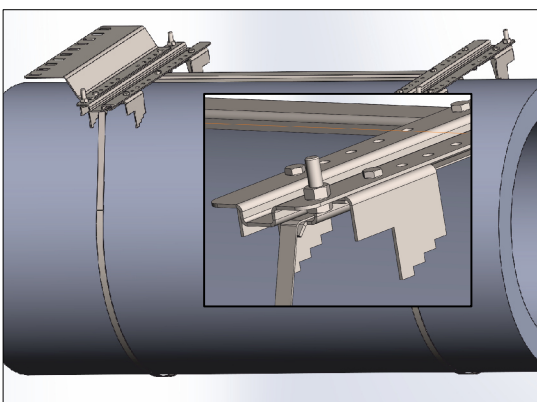

Рис. 4
- узлы крепежные установить на корпус блока используя болты поз 8 и загвозди поз 9 (Рис. 4)